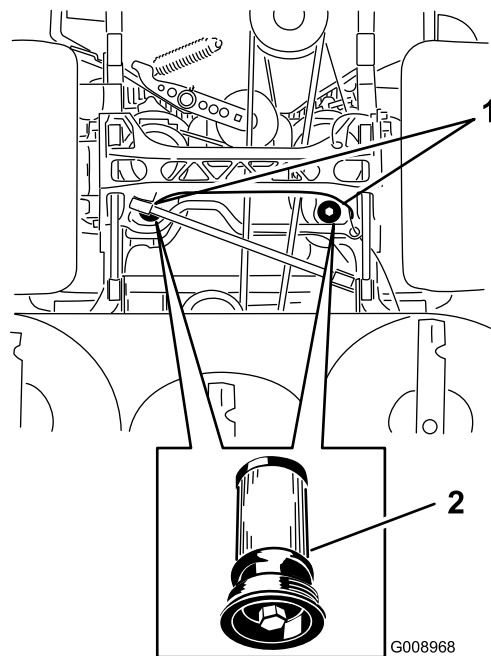

Figure 88
5. Placez un bac de vidange sous le filtre, retirez le filtre usagé et essuyez la surface (Figure 88).
6. Appliquez une fine couche de liquide hydraulique sur le joint en caoutchouc du filtre de rechange (Figure 88).